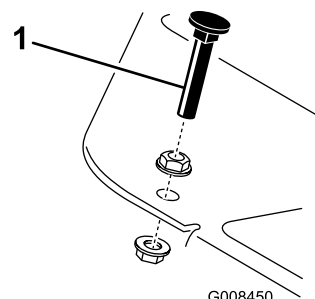

図 44
走行ペダルを踏み込んでみてください。ケーブルに張力が掛かる前にペダルがストップ (図 44) に当たる場合には調整が必要です。
1. ペダル・ストップをフロア・プレートに固定しているフランジヘッド・ロックナットをゆるめる (図 44)。